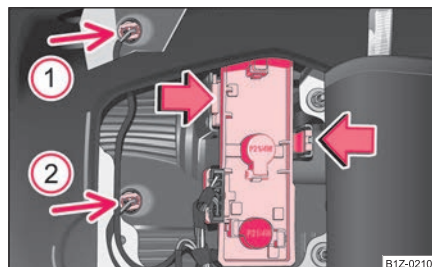

Fig. 248 Desmontaje del soporte de lámpara
- Presione las pestañas de enclavamiento en el sentido de la flecha y saque el soporte de lámpara ⇒ página 272, fig. 248.
- Saque la bombilla defectuosa (flecha ① ó ② ⇒ página 272, fig. 248) de la carcasa y cámbiela por una nueva.